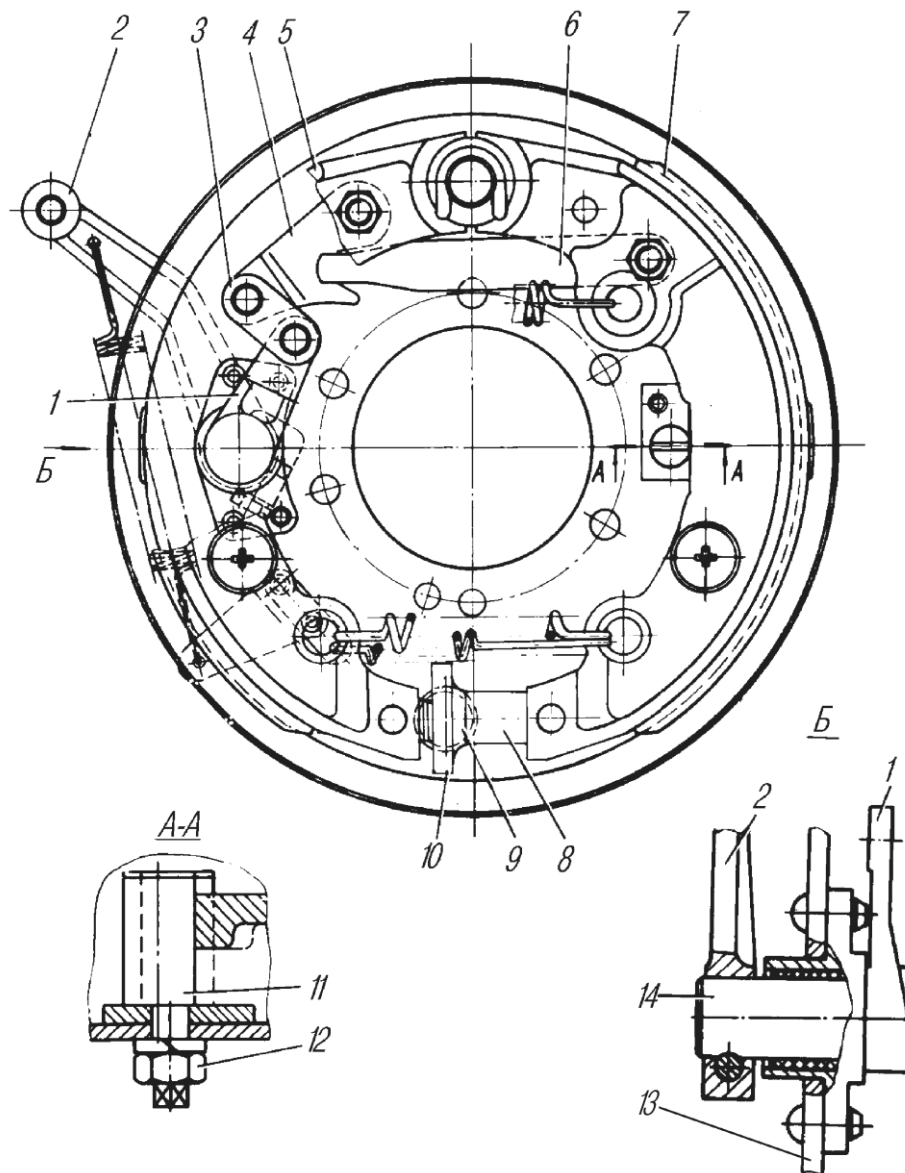

Рис. 73. Тормоз стояночный:
При торможении усилие передается от регулировочного рычага 2 (рис. 73) через рычаг 1, серьгу 3 на разжимной рычаг 4.
3. Отрегулировать зазор между правой колодкой и барабаном. Для чего ослабить на пол-оборота стопорную гайку 12 (см.рис. 73) на эксцентриковом пальце 11 со стороны щита и, поворачивая палец ключом по часовой стрелке, установить зазор 0,3-0,5 мм. Зазор проверять щупом через щель в отражателе тормоза. Стопорную гайку затянуть, предотвращая поворот пальца.